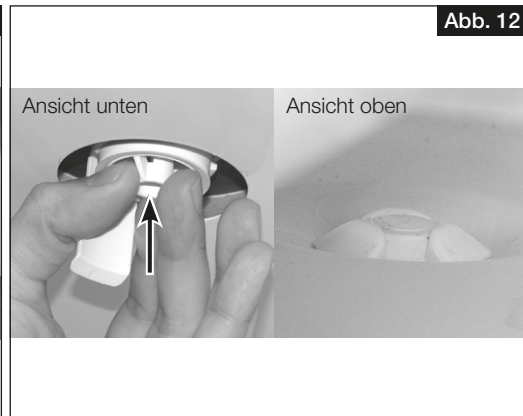

Abb. 12
2. Befestigungsteil von unten in die Öffnung der Bodenwanne stecken, bis die Krallen an der Kante der Bodenplatte einrasten (s. Abb. 12).